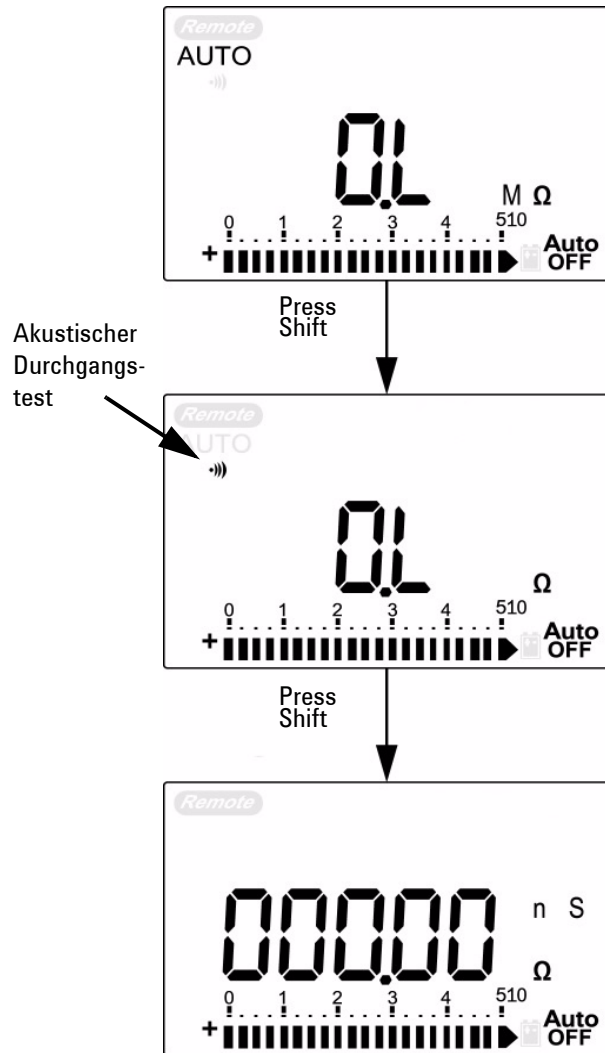

Abbildung 2-8 Akustischer Durchgangstest, Leitfähigkeit und Widerstandstest
- 4 Drücken Sie , um durch akustischen Durchgangstest, Leitfähigkeit und Widerstandstest, wie in Abbildung 2-8 dargestellt, zu wechseln.